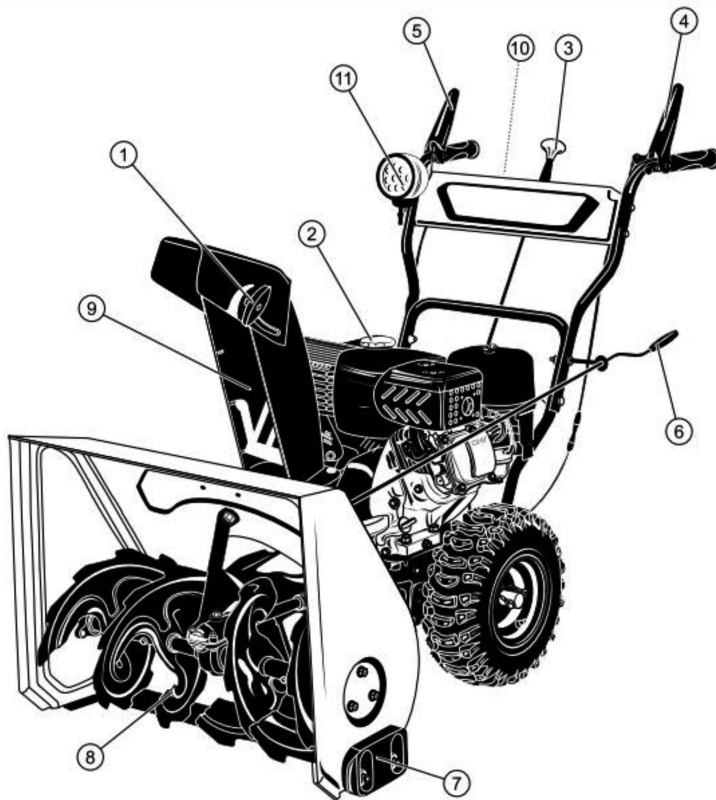
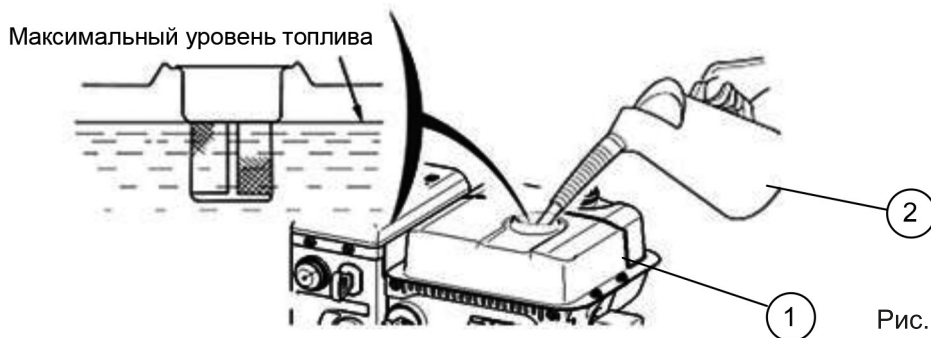
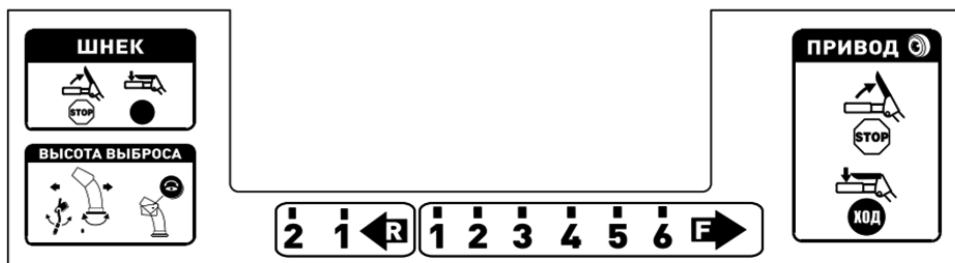

Рис. 1
Рис. 17
Рис. 25
Открутите крышку бензобака 2 (Рис. 1). Под крышкой расположен сетчатый фильтр, который препятствует попаданию мусора в бензобак при заливке топлива. Залейте в бензобак 1 (Рис. 17) топливо (бензин АИ92) до необходимого уровня. Заливать топливо в бензобак необходимо через воронку, или из специальной канистры с удлиненной горловиной (поз. 2, Рис. 25). После дозаправки надежно закрутите крышку бензобака.
- Убедитесь, что рычаги привода колес и шнека 4 и 5 (Рис. 1) не нажаты (не заблокированы).
Для выбора нужной передачи установите рычаг переключения передач в соответствующее положение (Рис. 25):